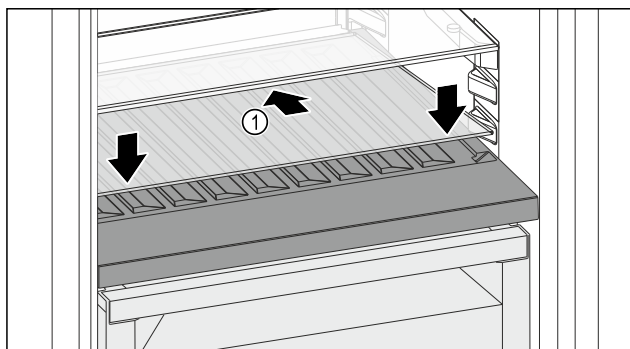

Fig. 112
- Placer la plaque de verre Fig. 112 (1) en biais et inclinée vers le bas.
- Abaisser l'avant de la plaque de verre Fig. 112 (1).